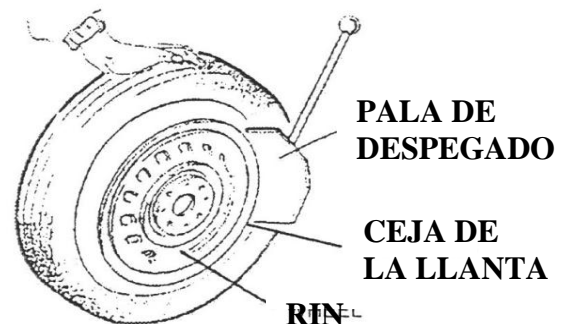

FIG. 5
- 3) Abra el brazo del despegador manualmente empujándolo hacia afuera. Coloque el neumático sobre el soporte de hule. Coloque la paleta contra la ceja de la llanta aproximadamente a 10 mm del Rin. (Vea fig. 5).